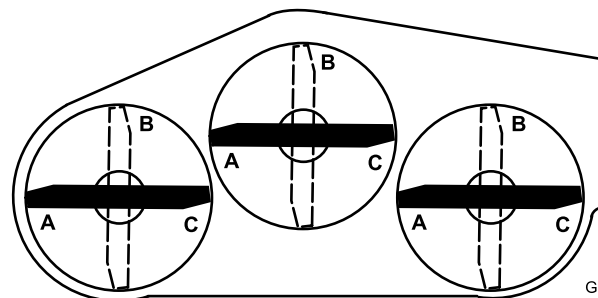
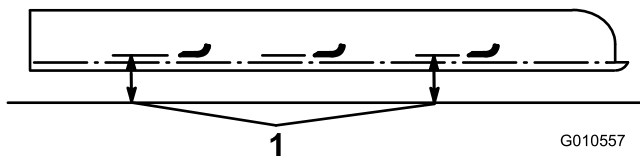
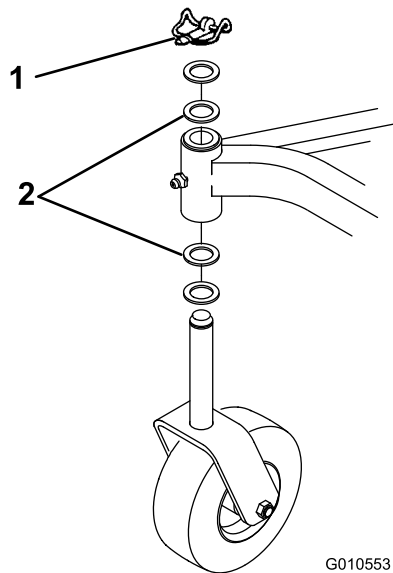

図 24
図 25
図 26
ナットを外す (図24)。キャストホイールをしっかりと握り、ボルトをフォークから抜き取る。
- 全部のブレードを A 位置（図 24）にし、水平な床面から各ブレードの刃先の底面までの高さを測定する（図 25）。
6. A位置でのそれぞれの測定値を記録し、各ブレードを B 位置 (図 24) まで回転させ、同様にして各ブレードから床面までの高さを測定する (図 25)。
7. 各ブレードを C 位置まで回転させ、同様にして各ブレードから床面までの高さを測定する (図 24 と 図 25)。
8. 各位置での測定値を比較する。隣り合う2枚のブレードで、すべての測定値が 6 mm の範囲内に収まっていれば適正である。また、全部のブレードについての計測値の差が 10 mm 以下であれば適正とする。測定値の差が上記の範囲を超えている場合には手順 (9) へ進む。
- A. 通常の高さが 25 mm から 51 mm の場合は、刈り込みデッキの低い側を高くする。キャストホイールを低い側 (図 26) で固定しているリンチピンを抜き取り、キャスト・アセンブリを外す。
- C. 通常の高さが 51 mm から 102 mm の場合は、刈り込みデッキの高い側を低くする。デッキの高い側のキャストのリンチピンを抜き取り、キャスト・アセンブリを外す (図 26)。